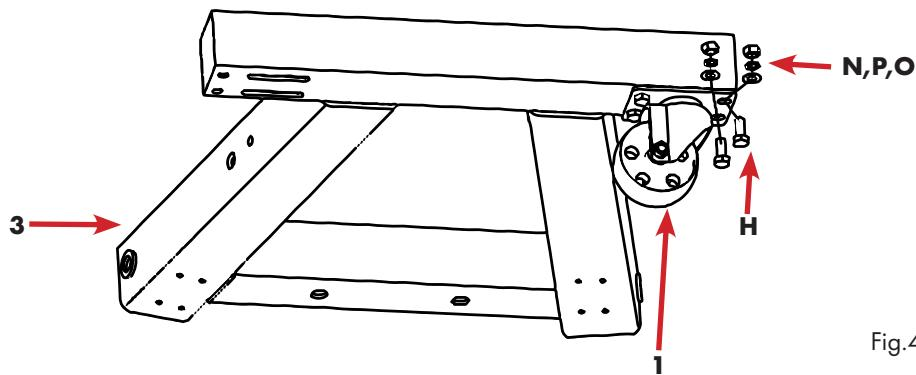

Fig.4
- Fixer les grands rouleaux de 3,5" et les petits rouleaux de 3" sur le support π avec des vis, des rondelles, des anneaux d'arrêt et des écrous sans serrer les écrous, fig.4.
- Pour ce faire, faites glisser les rouleaux de 3,5" dans les trous oblongs de la barre transversale du support π, fig.4
Légende des figures 4 à 7 (voir aussi page 15, figure 2 et tableau 1)